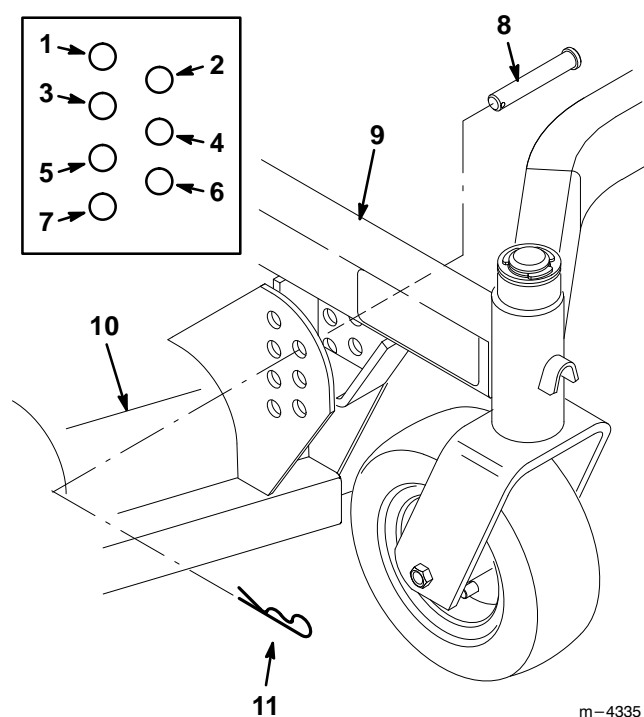

Figure 5
2. Fixer l'unité de coupe au châssis porteur à l'aide de 4 axes de chape et de goupilles épingles (Fig. 5).